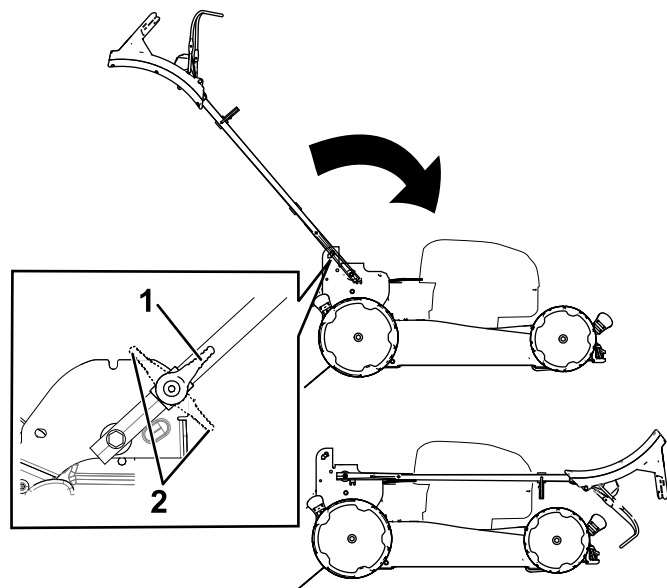

Figura 20
3. Disinnestare i fermi delle stegole (Figura 20).
4. Piegate la maniglia completamente in avanti (Figura 20).